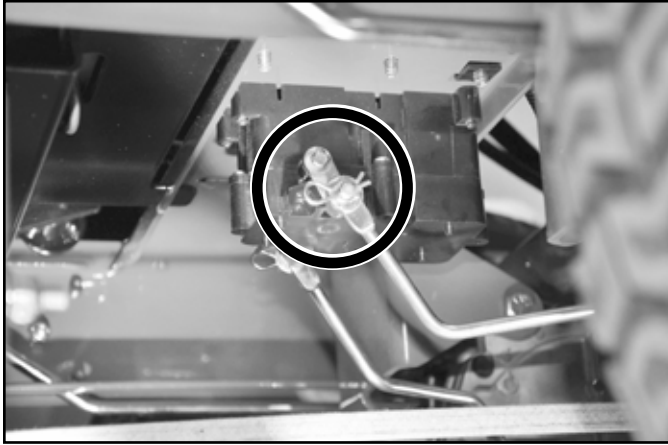

Fig. 086
9. Install the brake rod to the brake actuator module (Fig. 086).